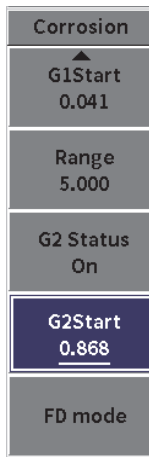

Figura 11-45 Menú de barra lateral de Corrosión (G2Start)
1. En el menú de barra lateral de Corrosión, resalte la opción **P2Inic** (vea la Figura 11-45 en la página 236).